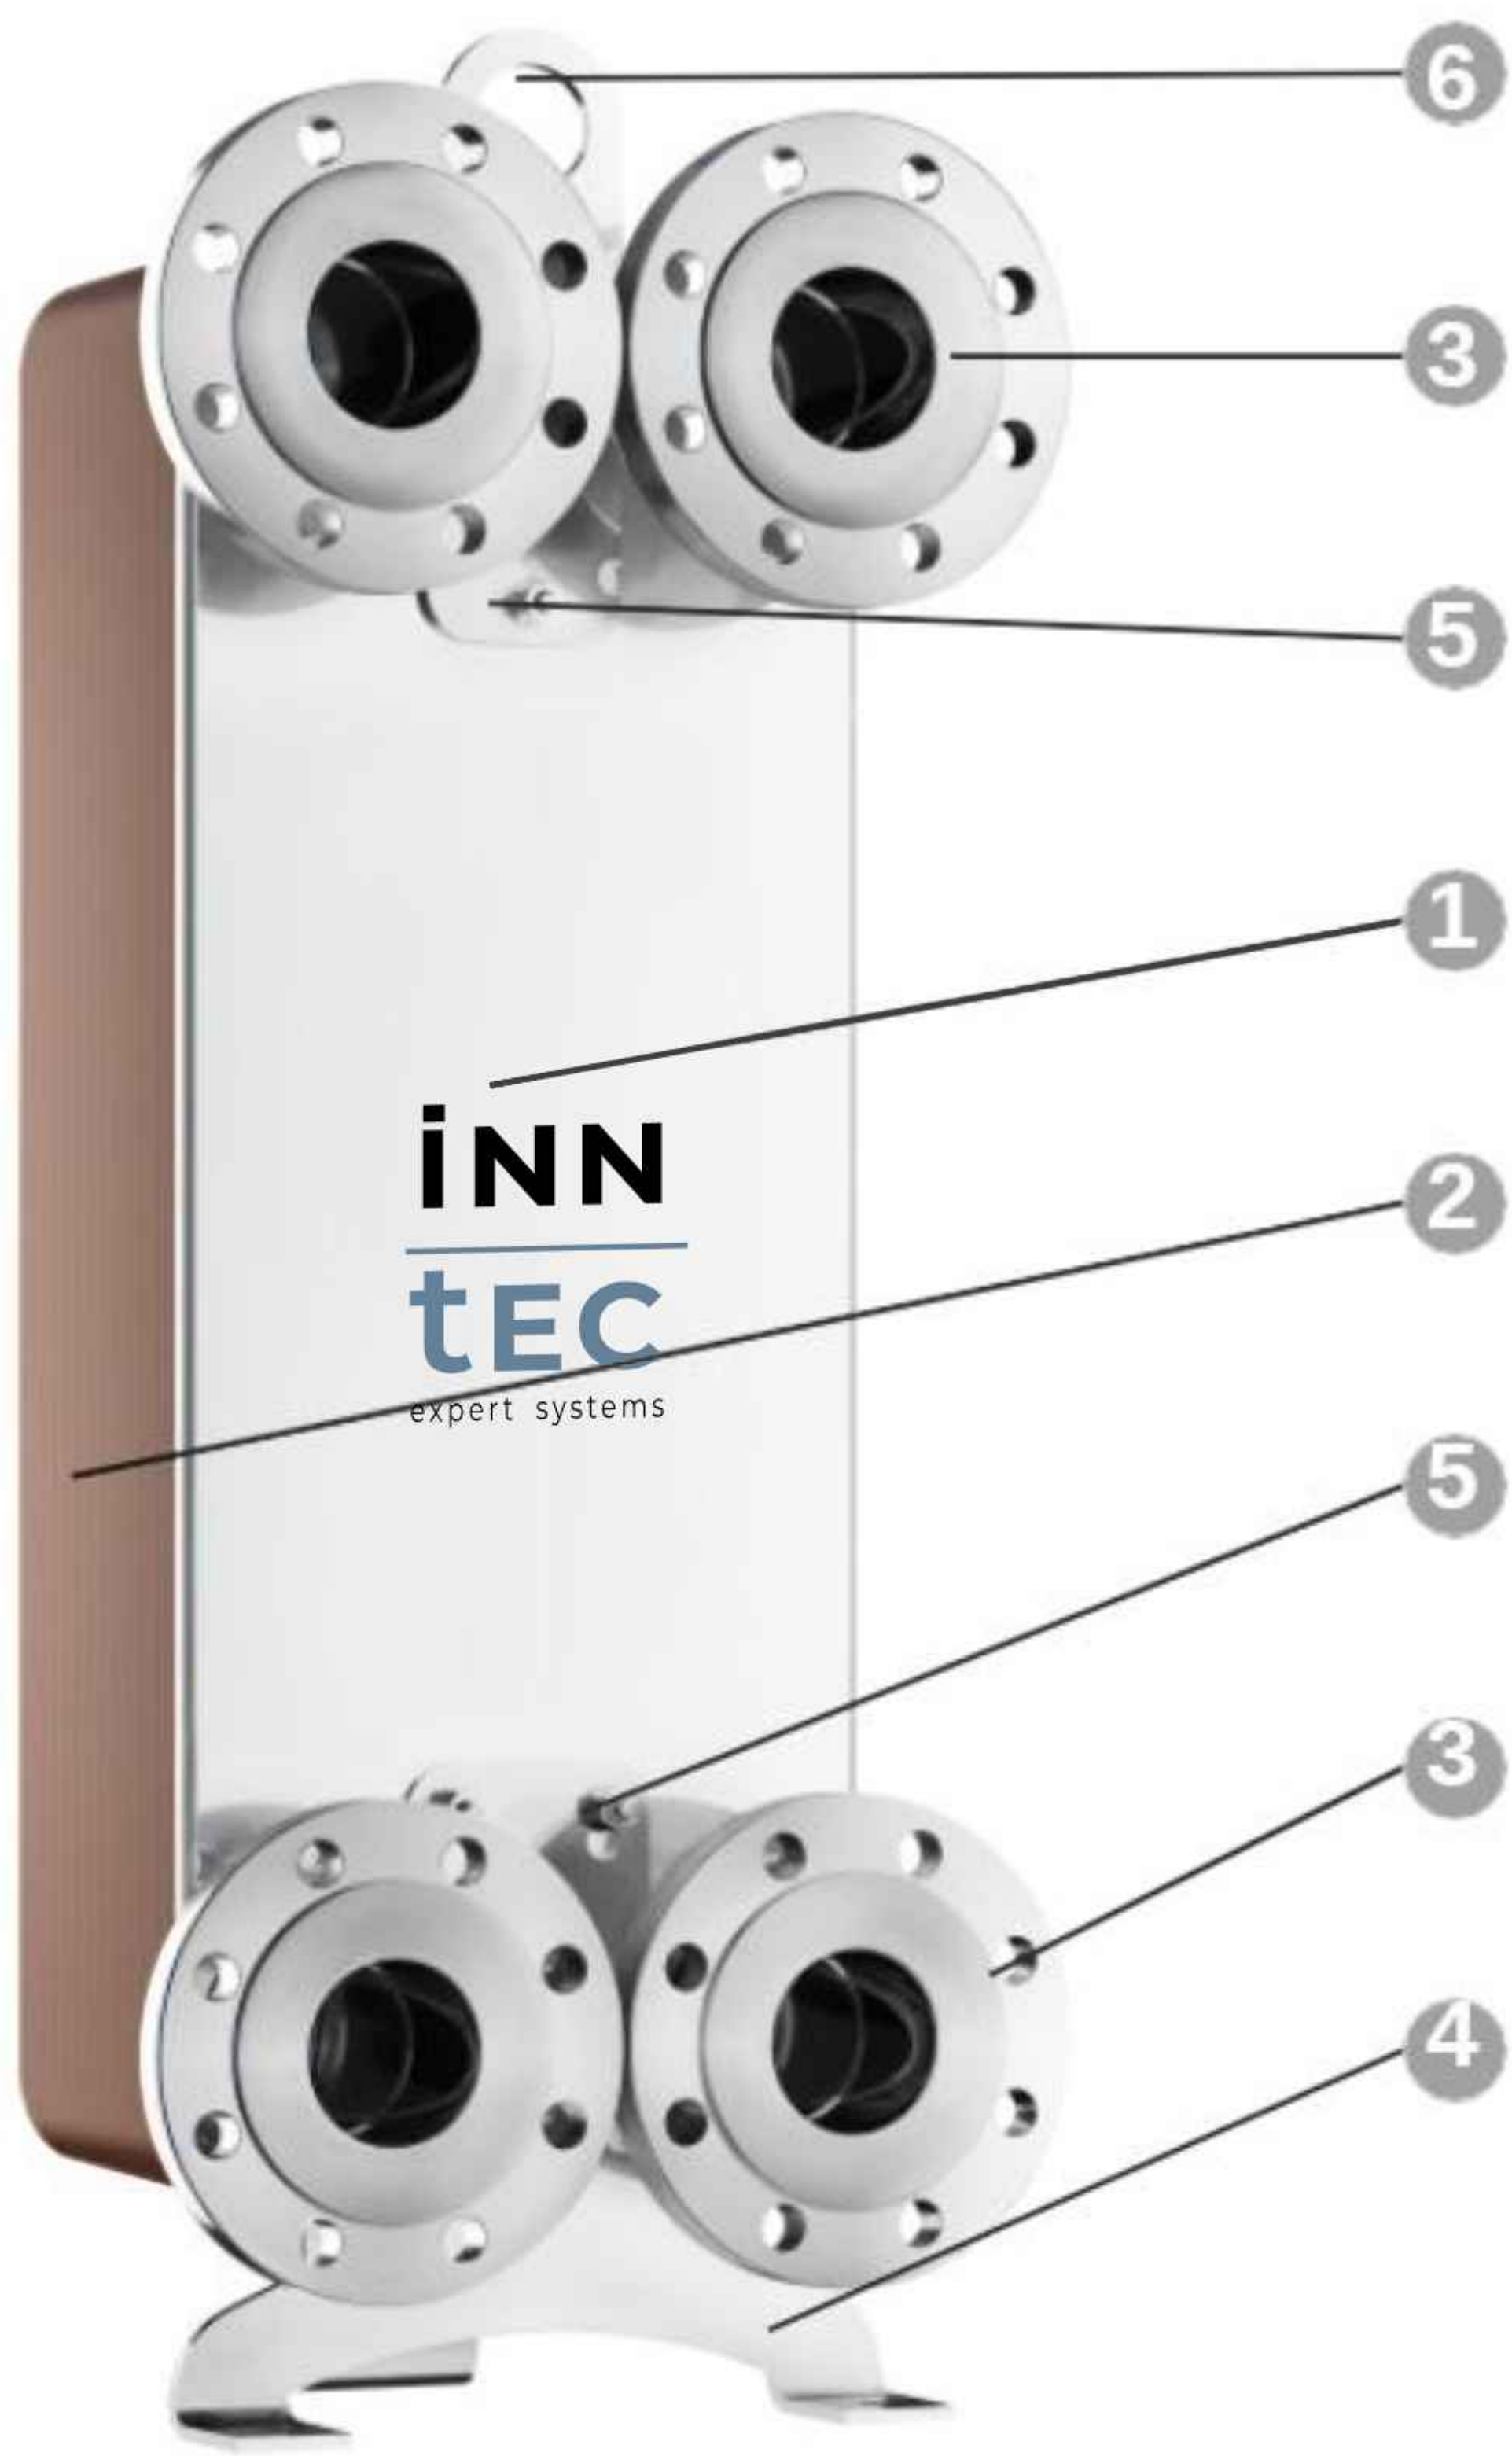

Рис. 1
1.2 Основные элементы конструкции, рис.1